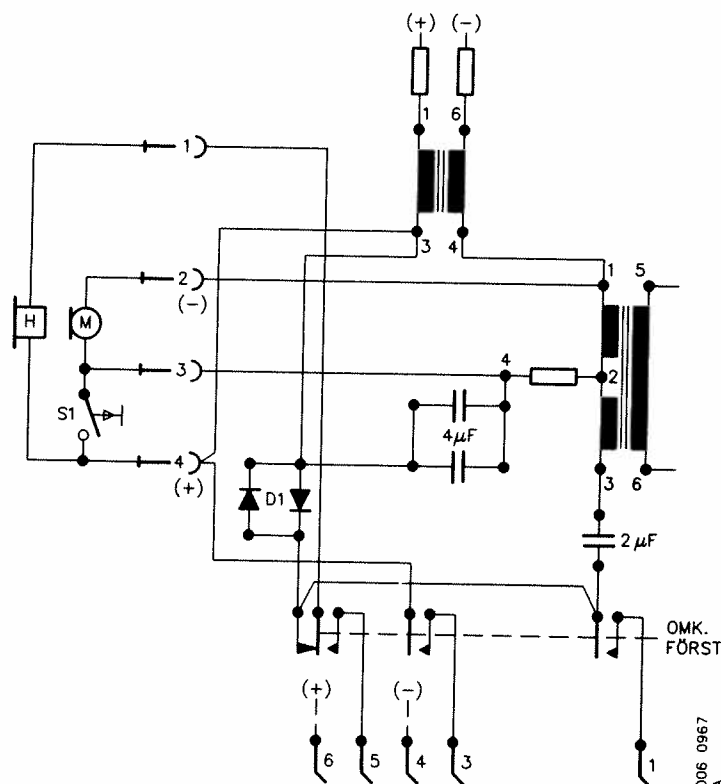

Bild 8. Enhetens koppling före modifiering
- Skruva loss frontens låsskravar och fäll upp locket. Bild 8 visar växelns koppling före modifiering.